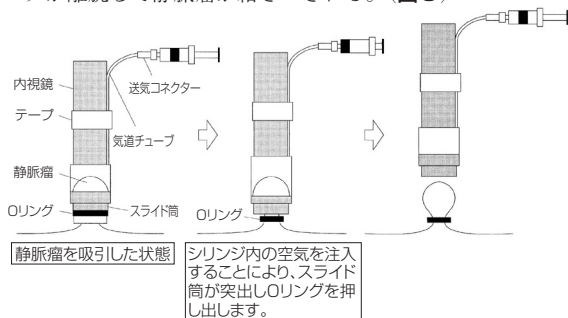

図5
13. 目標静脈瘤に対し十分に吸引がかかり、視野が“赤玉”になった状態で、送気コネクターに接続したシリンジにより約2mLの空気を一気に注入する。スライド筒が前方に突出し、Oリングが離脱して静脈瘤が結さつされる。(図5)